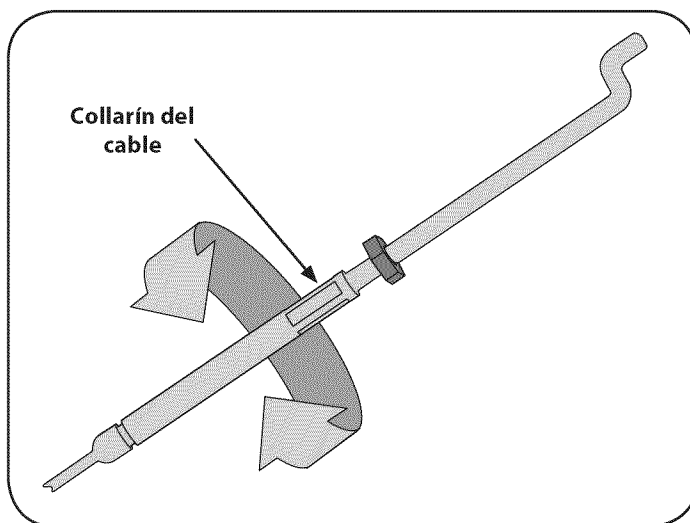

Figura 10
3. Gire la parte del collarín del cable una o dos vueltas para aumentar o aflojar la tensión sobre el cable. Vea la Figura 10.